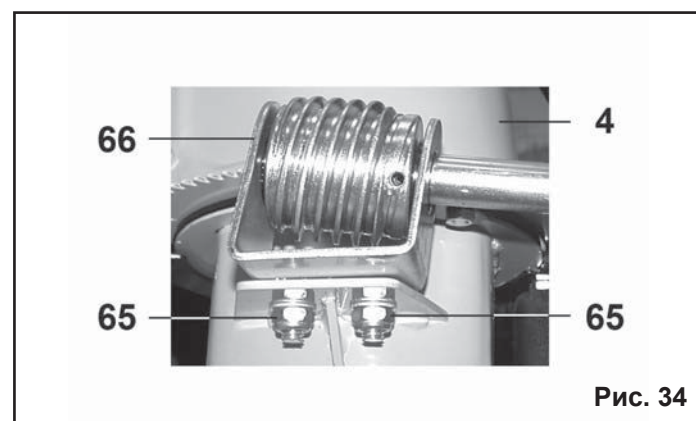

Рис. 34
9.10. Регулировка положения червяка поворота желоба (Рис.34).